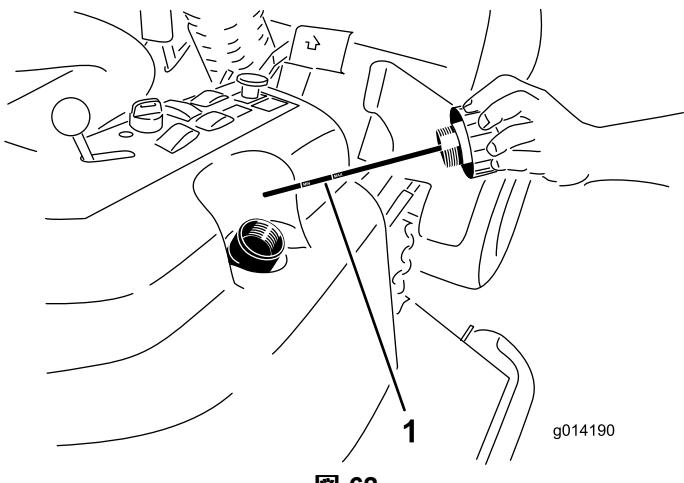

図 62
2. 油圧オイル補給口のキャップ図 62 を取る。
3. ディップスティックを抜きウェスで一度きれいに拭く(図 62)。
4. もう一度首まで完全にねじ込んでから抜き、オイルの量を点検する図 62。